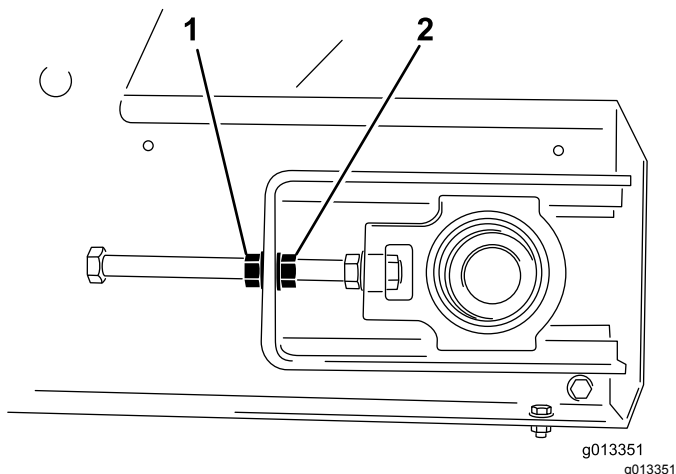

Рисунок 55
4. С помощью 2 гаечных ключей неподвижно удерживайте конец натяжного стержня, а затем ослабьте контргайку, расположенную ближе к концу стержня (Рисунок 55).
контргайку и затяните регулировочную гайку, повернув ее на две плоские грани (Рисунок 55).